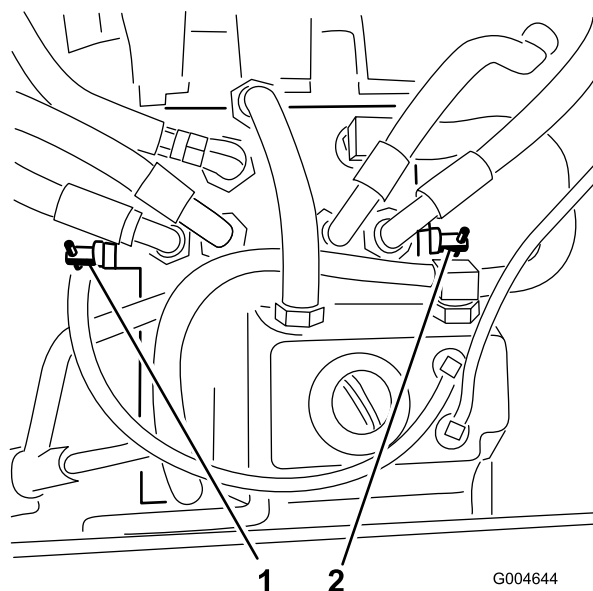

Рисунок 28
3. Поверните каждый перепускной клапан на один оборот против часовой стрелки (Рисунок 28).
Поверните каждый перепускной клапан на один оборот по часовой стрелке и затяните вручную (Рисунок 28).